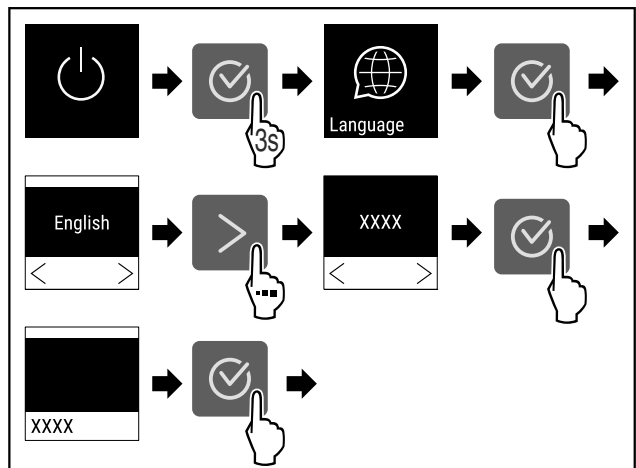

Fig. 54
- ▶ Suivre les étapes (voir Fig. 54) .